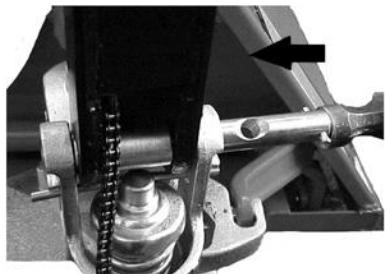

Fig. 6 Assemblaggio dell'asse
- a) Inserire il braccio del timone (1) nel pistone della pompa, quindi usare un martello per inserire l'asse forato nella pompa idraulica e nel braccio del timone (Fig. 6).